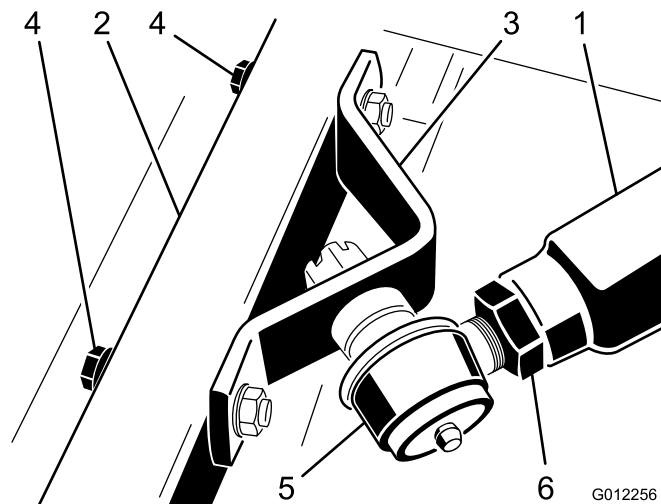

Figure 20
- Demandez à une autre personne d'appuyer sur le bras de poussée droit pendant que vous enlevez les vis à tête, les rondelles plates et les contre-écrous qui fixent le support de rotule au bras pivotant sur le plateau de coupe (Figure 20). Cette même personne peut laisser remonter doucement le bras de poussée ce qui soulagera graduellement la charge de 45 kg du ressort.
3. Demandez à une autre personne d'appuyer avec précaution sur le bras de poussée droit jusqu'à ce que les trous du support de rotule soient en face des trous du bras pivotant (Figure 20).